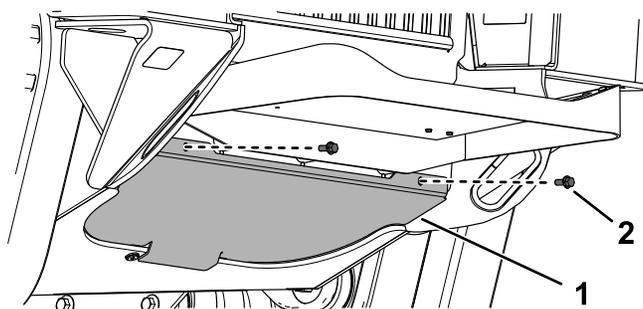

Рисунок 42
1. Отверните 2 болта крепления нижней пластины (Рисунок 42).